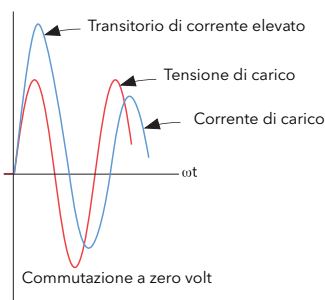

Figura 89 Definizione di Attivazione ritardata
- Delayed Trigger (Attivazione ritardata)** Viene visualizzato solamente se Modalità = Treno di impulsi, Avvio graduale = Off e Tipo di carico = Trasformatore. Attivazione ritardata specifica il ritardo dell'attivazione, in angolo di fase, durante l'alimentazione di potenza a un carico di trasformatore. Utilizzato per ridurre al minimo la corrente di punta. Il valore è configurabile tra 0 e 90 gradi compresi (Figura 89).